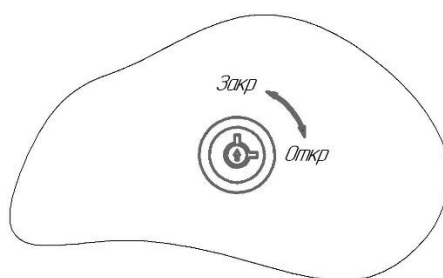

Рисунок 2
- при повороте ключа на 90° в замке разблокировки прохода (см. рисунок 2).